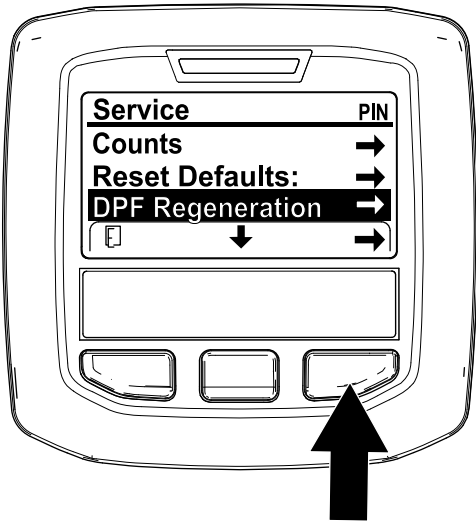

Figura 28
1. Vaya al menú Mantenimiento, y pulse el botón central para desplazarse hacia abajo a la opción REGENERACIÓN DEL DPF (Figura 28).
2. Pulse el botón derecho para seleccionar la opción Regeneración del DPF (Figura 28).